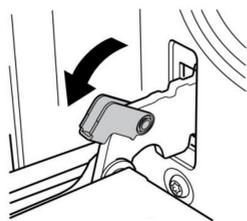

Рисунок 1
- Полностью откройте дверцу и сдвиньте фиксатор петли дверцы назад (см. рис. 1). На дверце духового шкафа имеются два таких фиксатора – по одному с каждой стороны.